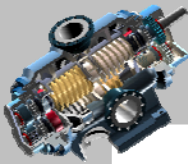
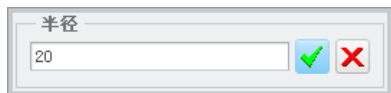

图 4.9.29 快捷菜单
图 4.9.30 “半径”提示框
(1) 在功能选项卡区域的 **草绘** 选项卡中单击“圆”按钮 。
(2) 在系统弹出的“捕捉参考”对话框中单击 按钮，选取中心线 1 和中心线 2，单击中键。
(3) 在中心线 1 上选取一点作为圆心，在空白处右击，在弹出的图 4.9.29 所示的快捷菜单中选择 **半径...** 命令，系统弹出图 4.9.30 所示 **半径** 提示框，在其文本框中输入半径值 20，单击 按钮；再单击中键，完成圆的绘制。